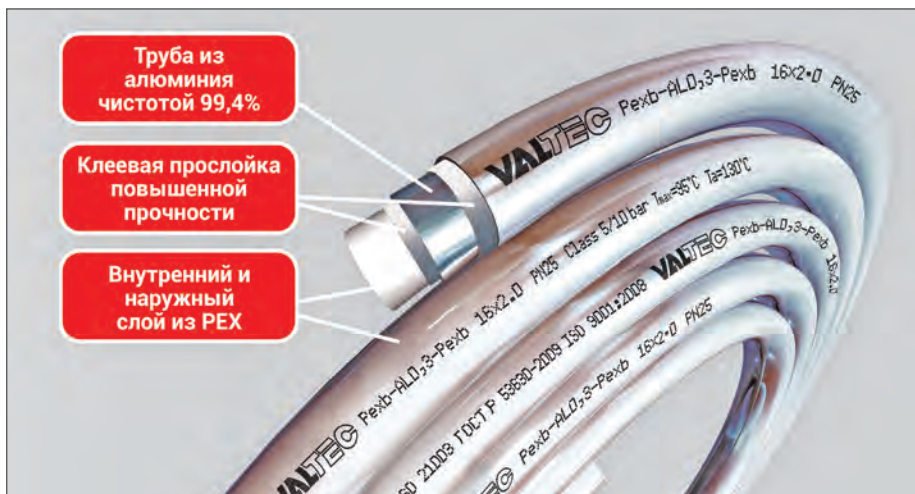

Рис. 7. Металлополимерная труба VALTEC
- ◆ Внутренний и наружный слой изготавливаются из материала РЕХ; с коэффициентом сшивки внутреннего слоя не менее 65% (рис. 7).